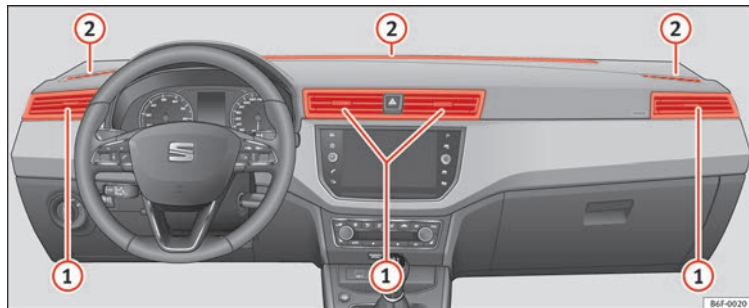

Fig. 169 Bocchette di ventilazione.
» **fig. 169** ① devono rimanere aperte.